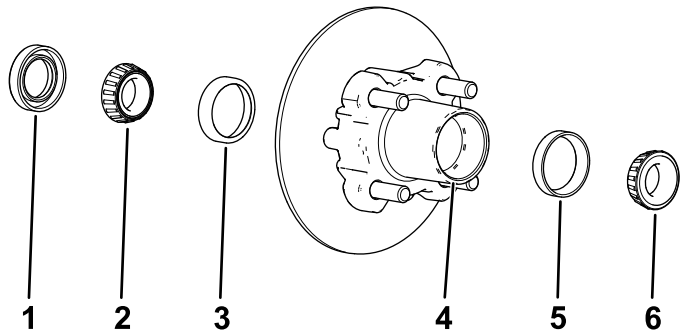

Bild 38
1. Nehmen Sie das Außenlager und den Lagerring von der Radnabe ab (Bild 38).
2. Nehmen Sie die Dichtung und das Innenlager von der Radnabe ab (Bild 38).
5. Entfernen Sie Fett, Schmutz und Rückstände aus dem Hohlraum der Radnabe (Bild 38).
7. Füllen Sie den Hohlraum der Nabe zu 50 % bis 80 % mit der angegebenen Fettsorte (Bild 38).
8. Montieren Sie das Innenlager auf dem Lagerring an der Innenseite der Nabe und setzen Sie die Dichtung ein (Bild 38).